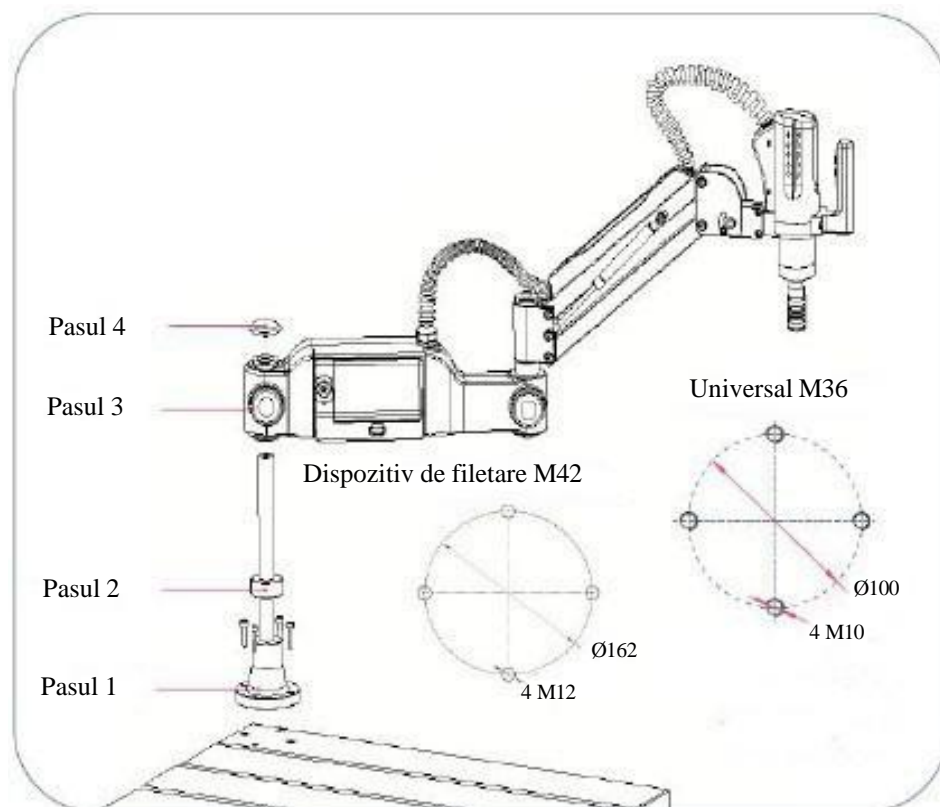

Fig.5-2: Găuri de fixare pentru suportul mașinii
- Montați suportul mânerului. Aliniați suportul mașinii cu găurile de înșurubare ale mesei de lucru și montați cele patru șuruburi. Dacă nu ați achiziționat o masă de lucru METALLKRAFT, trebuie să realizați pe cont propriu patru găuri de fixare pe masa de lucru (a se vedea diagrama „Găuri de fixare pentru suportul mașinii”, fig. 5-2).